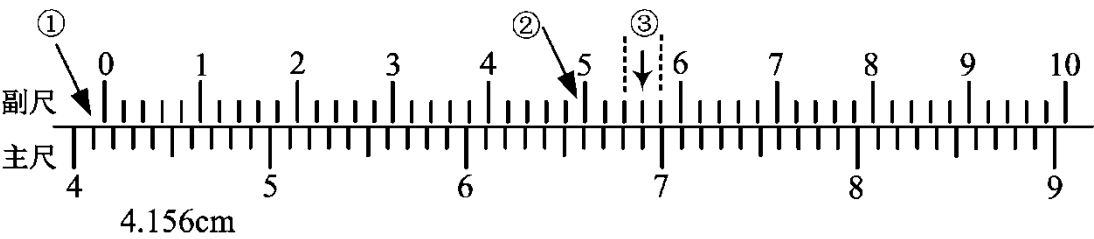

图 1 机械式游标卡尺读数方法
如图 1 所示，主尺最小刻度为 $y = 1\text{mm}$ ，游标 $m = 50$ 个刻度的长度与主尺上 49 个刻度的长度相等，故卡尺的测量精度为 $1/50 = 0.02\text{mm}$ ，游标每个刻度的长度为 $49/50 = 0.98\text{mm}$ 。游标 0 刻线左边的主尺刻线为 41mm ，游标第 28 根刻线与主尺的刻线（ 69mm ）对齐，则读数：
其中直读法是先确定图 1 中游标刻线 5 之后第 3 根线与主尺对齐，看三根线，游标对齐线左右两根刻线都在主尺相应对齐线左右两根刻线以内。读数时根据①可读出 4.1，根据②可读出 0.05，根据③可读出 0.006，则测量值可直接连续读数为 4.156cm，不需要进行任何的运算。